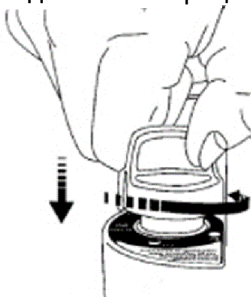

Рисунок 4. Схема роботи вимикача газового клапана під час пуску.
1. Натиснути поворотний вимикач клапана обігрівача униз (рис. 4) та заповнити газовий тракт бутаном протягом приблизно 15 секунд.